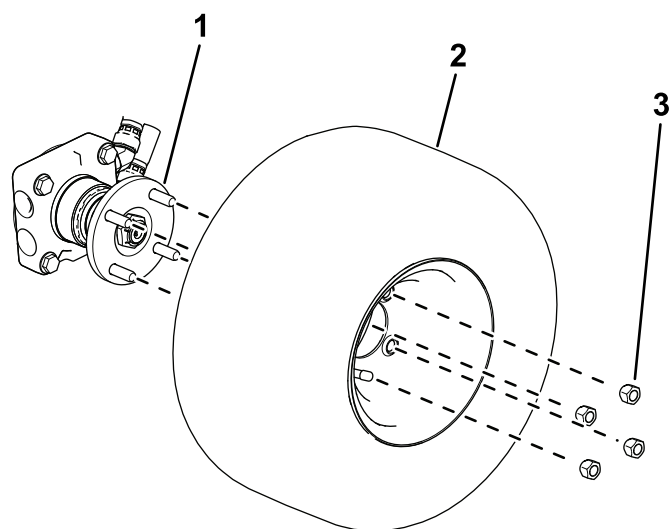

Figura 4
- **Máquinas con tracción a 4 ruedas:** Utilice 4 tuercas para sujetar la rueda al cubo de la rueda (Figura 4).